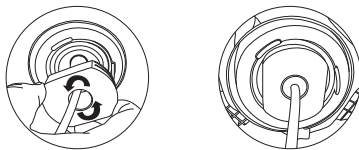

Рис. 6
- Отрегулируйте теплоотвод, повернув его до упора, как показано на рис. 6. Убедитесь, что вентиляционный канал теплоотвода не заблокирован.